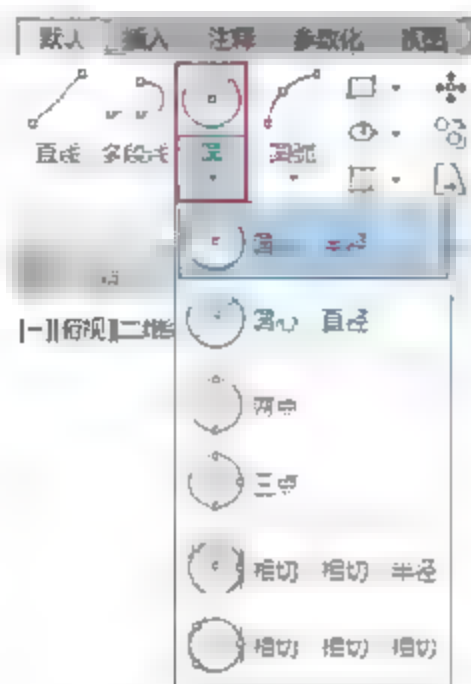

图3-44 单击按钮
- 功能区：在【默认】选项卡中，单击【绘图】面板中的【圆】按钮，如图3-44所示